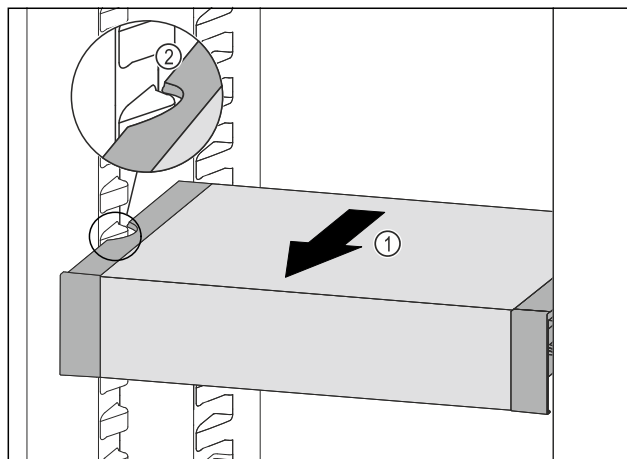

Fig. 65
- ▶ Táhněte VarioSafe dopředu Fig. 65 (1), dokud nebudou boční vybrání VarioSafe na úrovni žebrování na nádoby v chladničce. Fig. 65 (2)